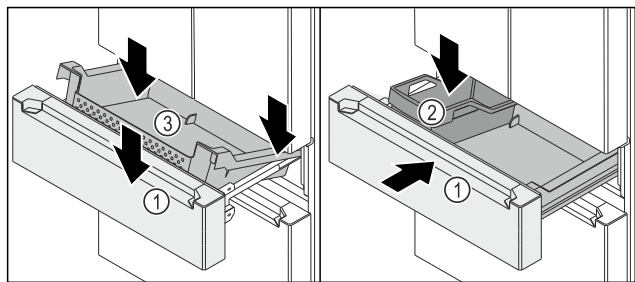

Fig. 150
- ❑ Le chariot à glissière Fig. 150 (1) est sorti.
- Positionner le bac Fig. 150 (3) sur l'arrière des rails, à gauche et à droite.
- Abaisser l'avant du bac Fig. 150 (3) de manière à ce que le bac Fig. 150 (3) entoure les rails à gauche et à droite.
- Installer la FlexBox Fig. 150 (2).
- Pousser le chariot à glissière Fig. 150 (1).